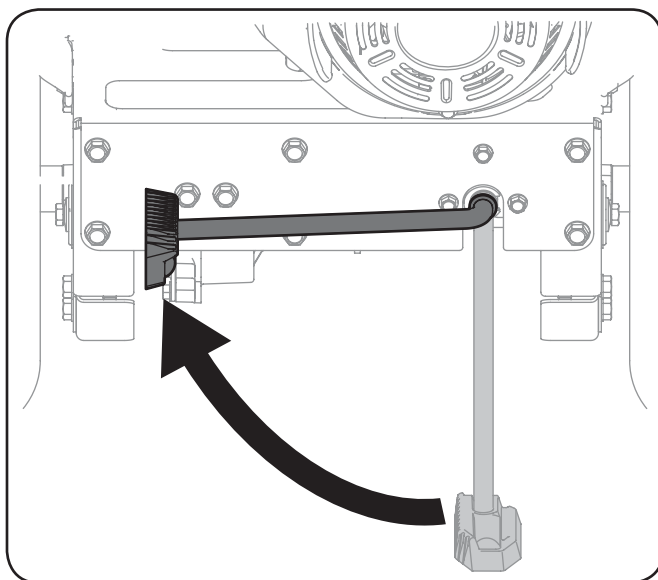

Figura 5-1
1. Con el soporte en la posición UP (arriba) en la base de potencia FLEX™, como se indica en la Figura 5-1, hágalo girar hacia el accesorio de lavadora a presión.